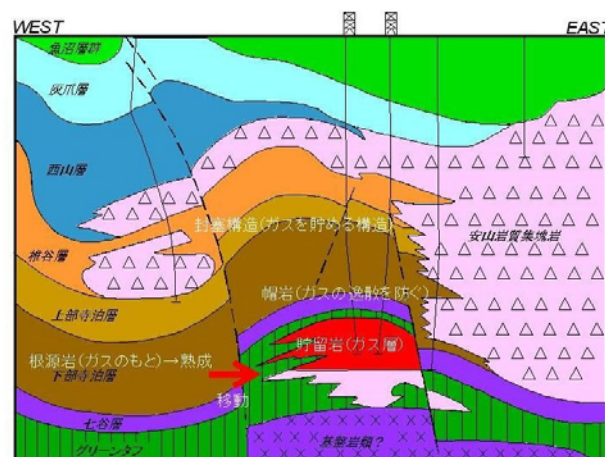
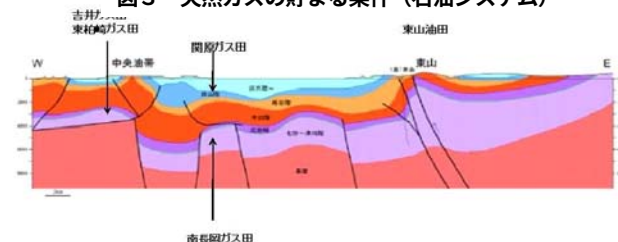

図 3 天然ガスの貯まる条件 (石油システム)
図 4 深度が深く発見が難しい南長岡ガス田 (東西地質断面)
物に富む地層(根源岩)が発達し、(2) 有機物が埋没して熟成し、天然ガスが生成し、(3) 天然ガスが孔隙に富む地層(貯留岩)に移動し、(4) 貯留岩に天然ガスが集積し、(5) そのガスを逃がさないよう上部に非浸透性の地層(帽岩)が(6) お椀を伏せたような形をしている(封塞構造)ことです(図 3)。南長岡ガス田はこれらの条件をすべて満たしていますが、地下深部にあったため、その存在をなかなか明らかにできませんでした(図 4)。ガス田発見の端緒は長年のデータの蓄積と関原ガス田の位置でした。ガスを貯める封塞構造が関原ガス田の深部にあるのではと想定され、掘削の結果、南長岡ガス田が発見されました。